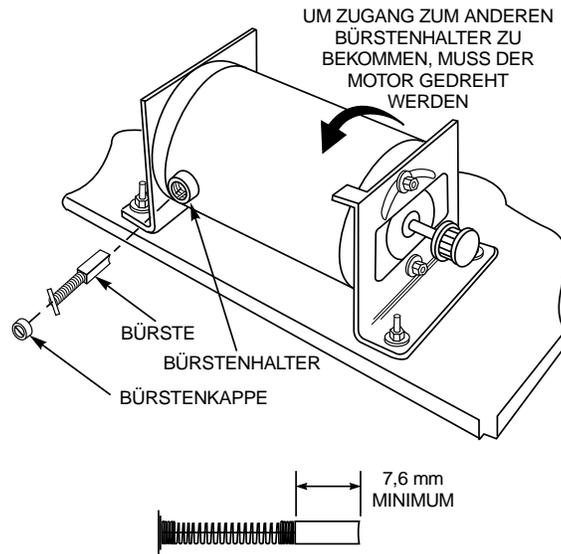

Abbildung 15. Überprüfen und Ersetzen der Bürsten
3. Zum Entfernen der Bürstenkappen siehe Abbildung 15.